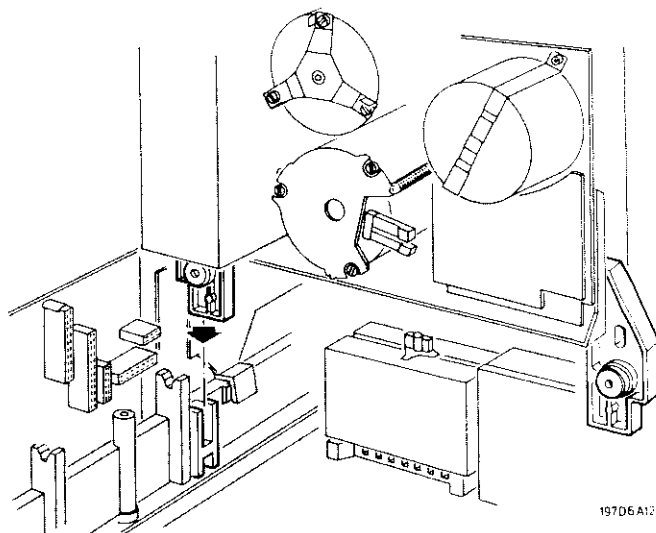

Fig. 2.5
- Das Laufwerk in die "Service"-Stellung bringen (siehe Abb. 2.5). In dieser Stellung kann das Laufwerk, wenn auch auf kürzere Dauer und ohne Band sämtliche Funktionen durchführen. Wenn das Laufwerk auf längere Dauer in der "Service"-Stellung benutzt wird, kann die Schmierung der Motoren gefährdet werden.
- Das Laufwerk in die Service-Position bringen (siehe (Abb. 2.5).